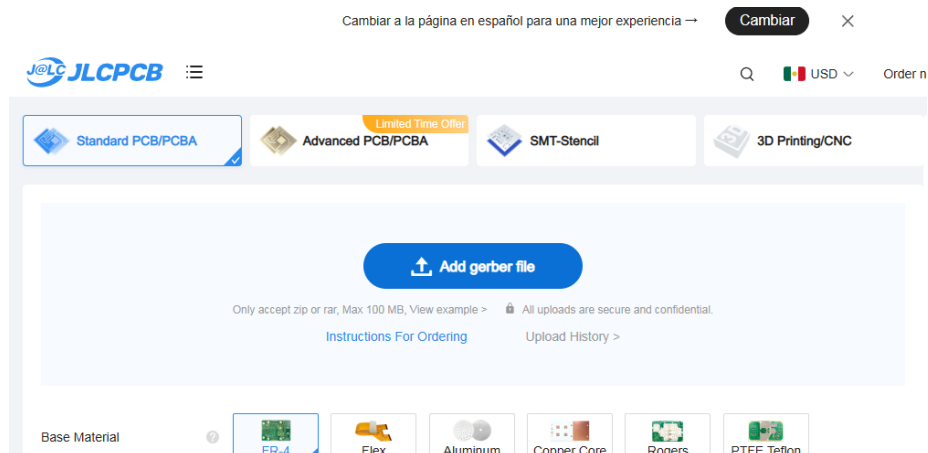

Ilustración 4 Pagina JLCPCB.
Paso 2: Pulsamos en añadir Gerber (Ilustración 4).